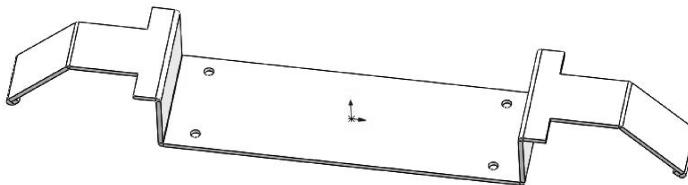

图 6-55 创建切除安装孔
- 10 切除安装孔。单击【特征】选项卡中的【拉伸切除】按钮 $\square$ ，在弹出的【拉伸切除】属性面板中选择【给定深度】切除方式，并勾选【与厚度相等】复选框，完成安装孔的切除，如图6-55所示。